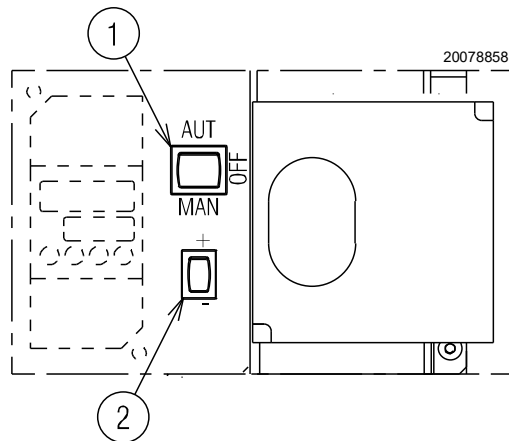
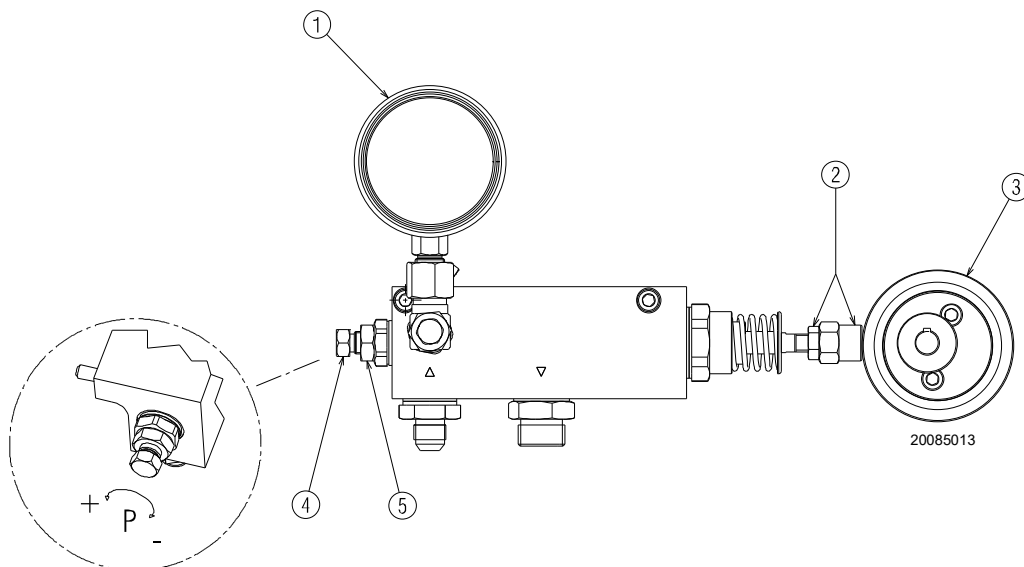
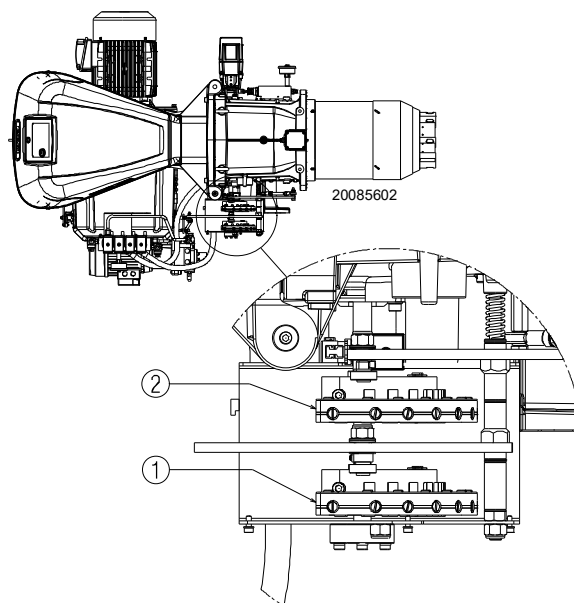
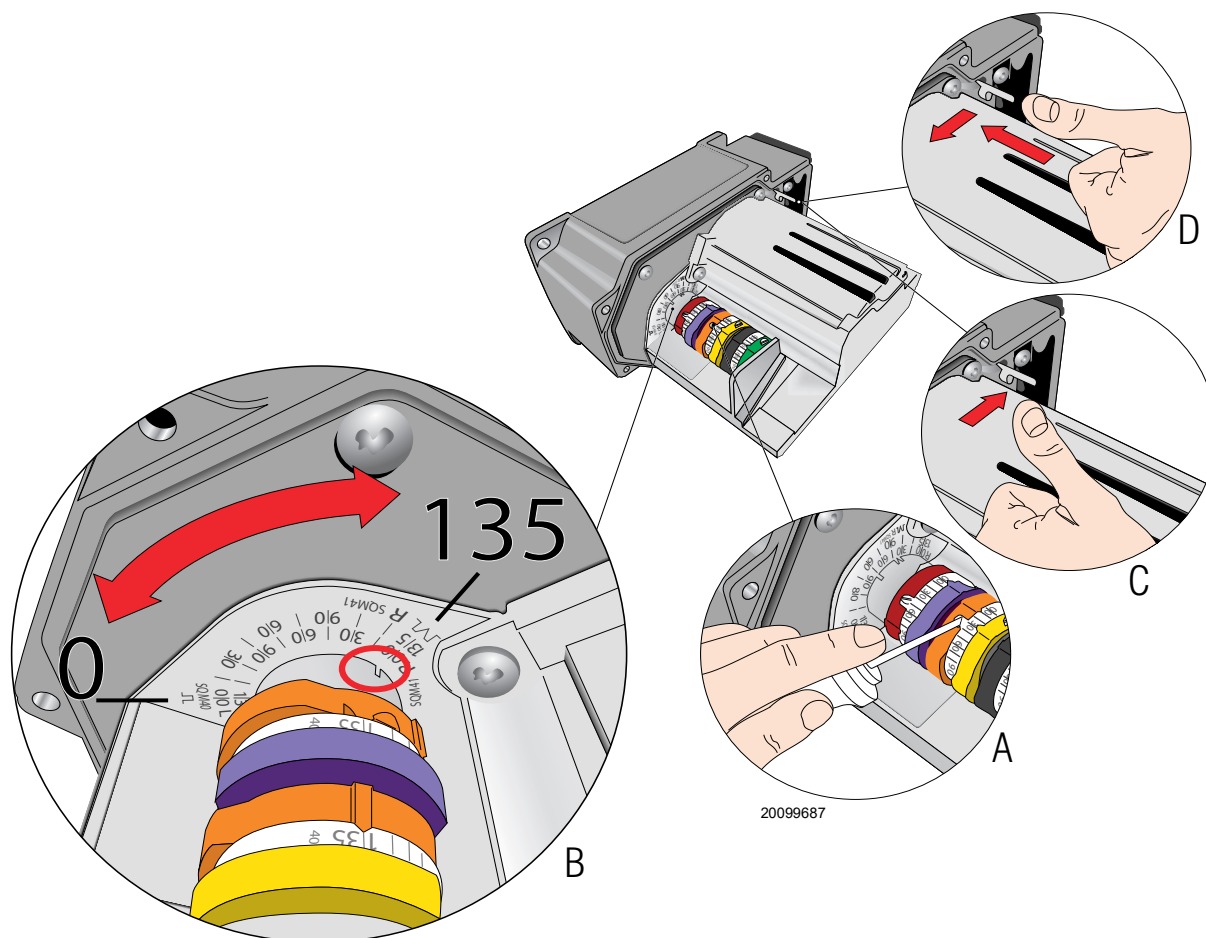

Fig. 27
Fig. 28
Fig. 31
Fig. 32
Cerrar los termostatos/presostatos y posicionar el selector 1)(Fig. 27) en la posición "MAN".
- colocar el interruptor 1)(Fig. 27) en la posición "OFF" y esperar que la caja de control ejecute la fase de apagado;
Posicionar el selector 1)(Fig. 27) en la posición "MAN".
En la posición de servomotor a la mínima potencia, la tuerca y su contratuerca 2)(Fig. 28), se deben fijar apoyándolas al excéntrico 3).
En la posición de máxima apertura del servomotor, el excéntrico presionará el eje de modulador llevando la presión, leída en el manómetro 1)(Fig. 28), al valor deseado (máxima potencia).
Una vez efectuada la regulación, bloquear la contratuerca 5)(Fig. 28).
utilizando una boquilla de 450 kg/h y queriendo obtener una potencia de 4550 kW, la presión leída en el manómetro 1)(Fig. 28) (presión máx. en el circuito de retorno) deberá ser de 14 bar aprox.
### Leyenda (Fig. 28)
- Encender el quemador con el selector en el panel de control en posición manual 1)(Fig. 27). En este momento, después de haber realizado la fase de pre-ventilación, el servomotor se detendrá en la posición de encendido.
- Regular la presión en el retorno al mínimo en aproximadamente 6 bar. Para hacerlo, se debe variar la longitud del eje utilizando la tuerca 2)(Fig. 28 en la pág. 29).
- Realizada esta primera regulación, aumentar la potencia erogada mediante el selector 2)(Fig. 27 en la pág. 28) de retorno automático ubicado en el cuadro de control. Detenerse luego de una rotación de 15° del servomotor y efectuar una nueva regulación interviniendo en la leva de perfil variable del aire (leva 1 Fig. 31). Se aconseja efectuar una regulación suficiente para no crear una llama con humo y llegar lo antes posible a la potencia máxima; regular en el tornillo 4)(Fig. 28) la presión en el retorno para obtener la potencia deseada y requerida por la boquilla, luego volver a regular los puntos intermedios.
Para regular el gasóleo, utilizar el tornillo 4)(Fig. 28) hasta obtener la potencia requerida.
El paso de una posición a la siguiente se obtiene manteniendo apretado el selector 2)(Fig. 27 en la pág. 28) en el símbolo (+) o (-).
La sincronización combustible/comburente se realiza mediante un servomotor conectado a dos levas de perfil variable, las cuales actúan en los registros del aire 1)(Fig. 31) y del gas 2)(Fig. 31).
Es aconsejable, para reducir las pérdidas y obtener un amplio campo de regulación, regular el servomotor al máximo de potencia utilizada, lo más cercano posible a la máxima apertura (130°). En la válvula mariposa del gas, la parcialización del combustible en función de la potencia requerida, se realiza mediante la leva 2)(Fig. 31).
- Enroscar o desenroscar el tornillo 2) de la leva mecánica (Fig. 31 en la pág. 32) elegida para aumentar o disminuir el caudal de aire, para adecuarla al caudal de gas necesario y obtener así una óptima combustión.
Leyenda (Fig. 31)
Para regular la leva del servomotor, consultar Fig. 32 A).
Variar progresivamente el perfil inicial de la leva mecánica 2)(Fig. 31) interviniendo en los tornillos 2)(Fig. 31).
La regulación del aire se realiza variando el ángulo de la leva III) del servomotor Fig. 26 y mediante el selector 2)(Fig. 27 en la pág. 28). Para regular la leva del servomotor, consultar Fig. 32 A).
Para la regulación de la leva III) Fig. 26, véase Fig. 32 A) y B).
Apagar el quemador desde el interruptor 1)(Fig. 27), posición OFF, liberar las levas mecánicas I) y II)(Fig. 29)(Fig. 31) para separar los engranajes del servomotor, presionando y desplazando hacia abajo el pulsador 3)(Fig. 32 D) y verificar varias veces, girando manualmente la leva mecánica I)(Fig. 29) hacia adelante y hacia atrás, que el movimiento sea suave y sin atascamientos.
Se aconseja montar nuevamente las levas mecánicas I) y II)(Fig. 29)(Fig. 31) en el servomotor desplazando hacia arriba el pulsador 3)(Fig. 32 C).